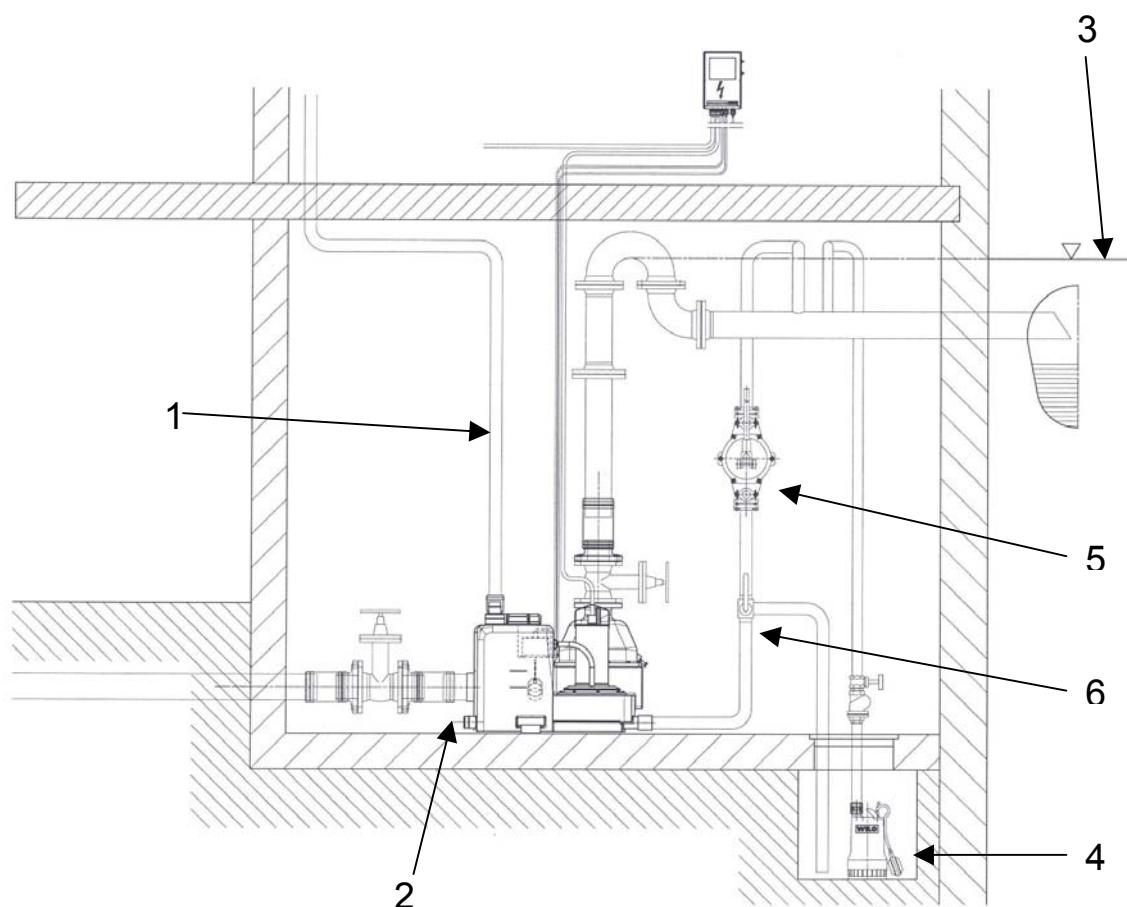

Рис. 10. Пример монтажа
- На подводящем трубопроводе, перед резервуаром, также как и на напорном трубопроводе, за обратным клапаном, согласно стандарта EN 12056-4 необходимо устанавливать запорную задвижку (Рис. 10).
Для защиты от возможного обратного течения жидкости из сборного канала через напорный трубопровод, он должен иметь вид "петли", нижняя кромка которой должна быть выше уровня обратного подпора (уровень земли) (Рис. 10).
Для автоматического отведения воды с места расположения установки необходимо наличие дополнительного приемка согласно EN 12056-4 (Рис. 10).
- Насос (Рис. 10) должен выбираться так, чтобы исключить возможность наводнения подвала. Размеры приемка минимум 500 x 500 x 500 мм.